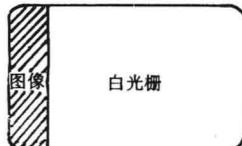

图 1 故障现象
**例 1 故障现象:**伴音正常,屏幕左侧 3~5 cm 有图像,其余为白色光栅,如图 1 所示。
**分析与检修:**查行扫描电路,测行输出管 4BG2 集电极电压为 27 V,正常。查行输出变压器也正常。接下去检查视放管及显像管电路,测显像管⑥、⑦脚电压(中压)为 100 V,正常,再测视放管 7BG3 集电极电压,仅 25 V,正常值